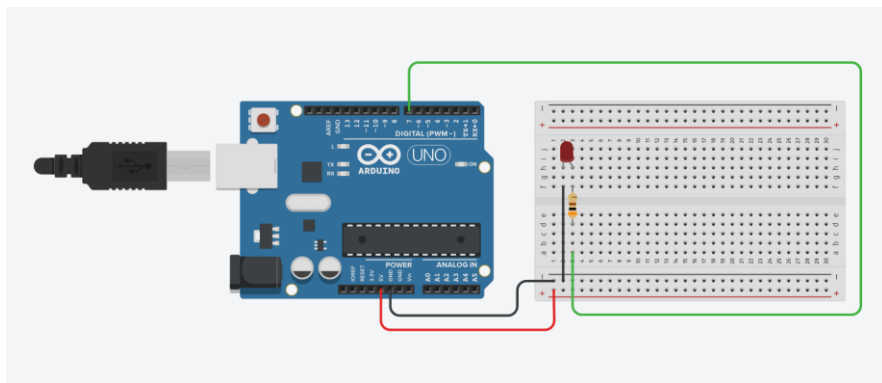

Рис. 15 – Схема светодиода
2. Перейти в элемент «Код» в верхнем правом углу и выбрать в поле «блоки», поле «блоки с текстом» (рис.15), очистить среднее поле блоков